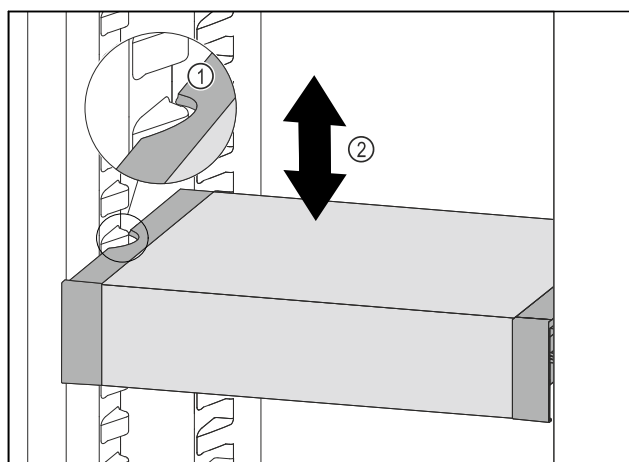

Fig. 83
- 向前移动 VarioSafe，直到 VarioSafe 两侧的凹槽与冷藏区中的容器肋梁持平。Fig. 83 (1)
- 在冷藏区中向上或向下移动 VarioSafe，直至所需高度。Fig. 83 (2)